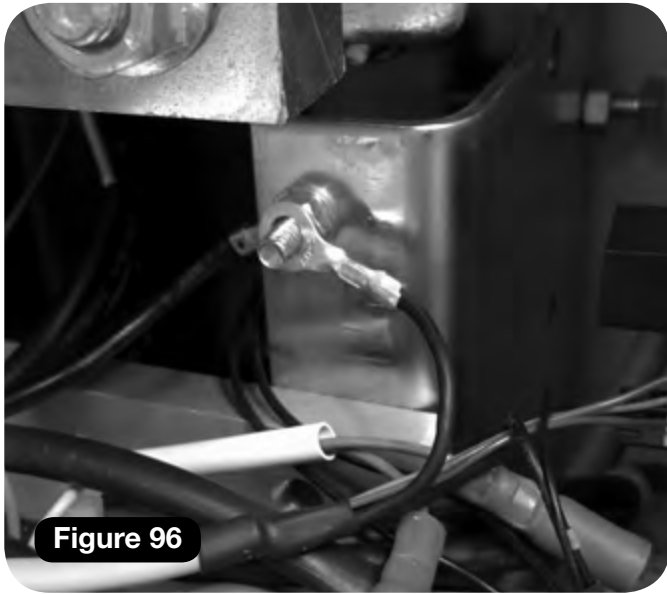

Figure 96
- 4 Connectez le faisceau terre sur la vis de terre du châssis (**Figure 96**).